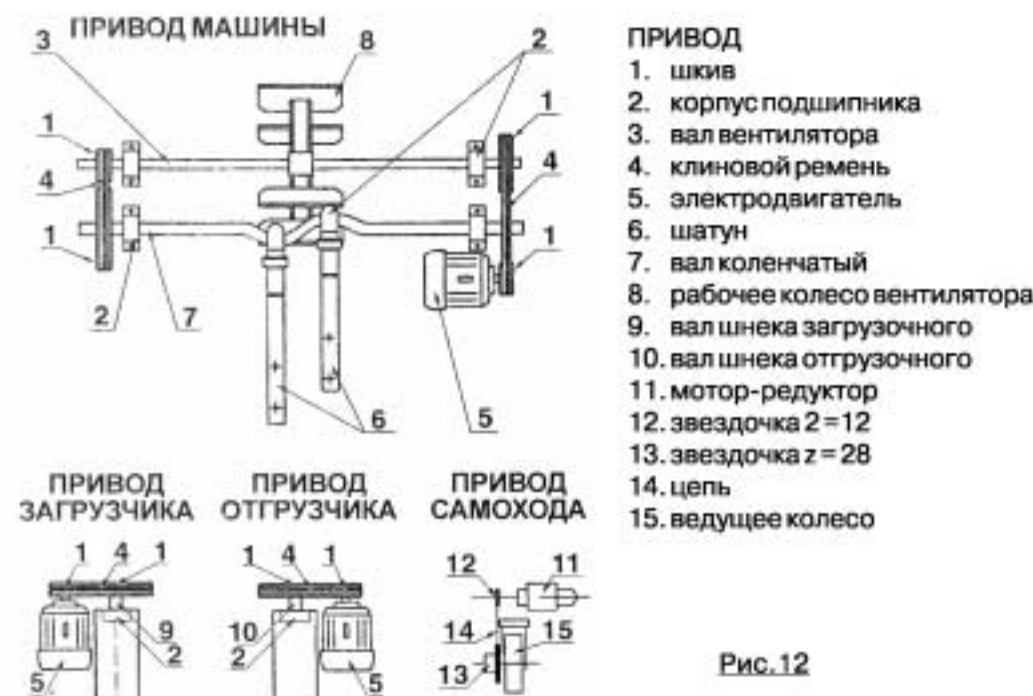

Рис. 12
II) наденьте приводные ремни на шкивы рабочих органов согласно кинематической схеме передач (рис. 14). При надевании ремня сначала освободите натяжное устройство. Надевать ремень на шкив при помощи лома категорически запрещается, так как при этом возможно повреждение ремня. Если новый ремень трудно надеть, снимите один из шкивов, заведите в ручей ремень и поставьте шкивы на место. В этом случае натяжным шкивом следует временно не пользоваться. Для нормальной работы ременной передачи необходимо следить за плоскостностью контура и натяжением ремней (рис. 12)
4.8. Привод машины (рис. 12) служит для обеспечения возвратно-поступательного движения станов, вращения вала вентилятора, загрузочного и отгрузочного транспортеров и самохода.